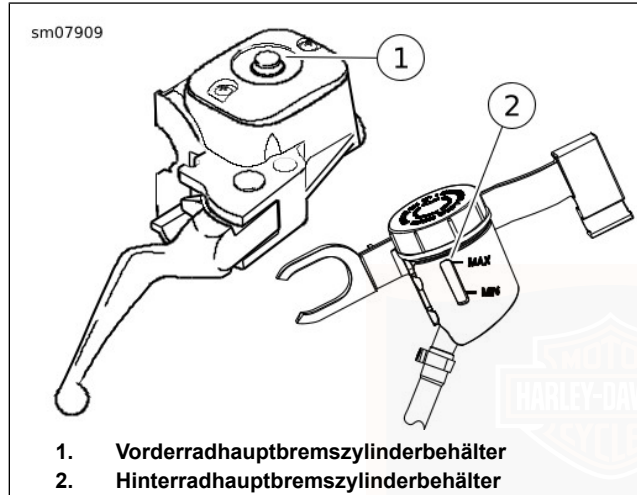

Abbildung 53. Bremsflüssigkeitsschauglas (typisch)
1. Siehe Abbildung 53. Flüssigkeitsstand im Hauptbremszylinderbehälter prüfen. Das Fahrzeug auf einer flachen, ebenen Fläche abstellen. Lenker so drehen, dass der Geberzylinderbehälter waagrecht liegt.